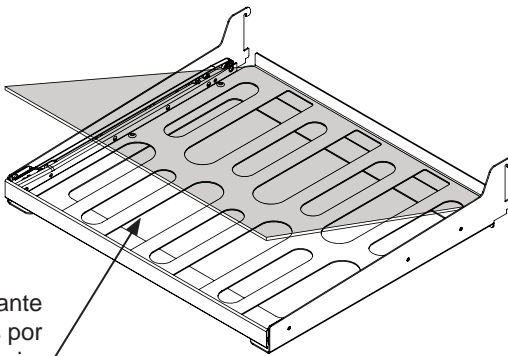

Figura 15
- (2) estante en voladizo con vidrio plano y cortes para vinos (vea la Figura 15).
- (1) estante en voladizo con vidrio plano y cortes para vinos (vea la Figura 15).